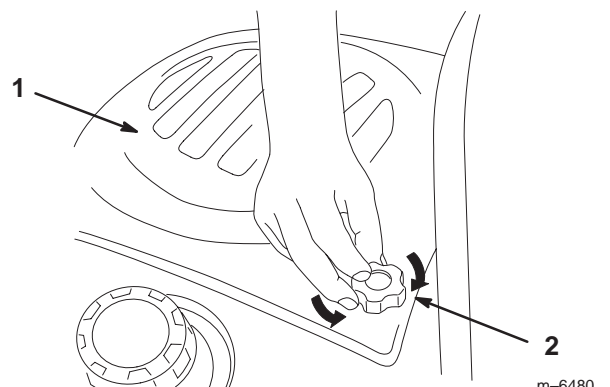

Bild 16
1. Lockern Sie zum Abnehmen der Haube die Handräder und ziehen Sie die Haube dann nach hinten und nach oben (Bild 16).
3. Ziehen Sie die Handräder fest (Bild 16).